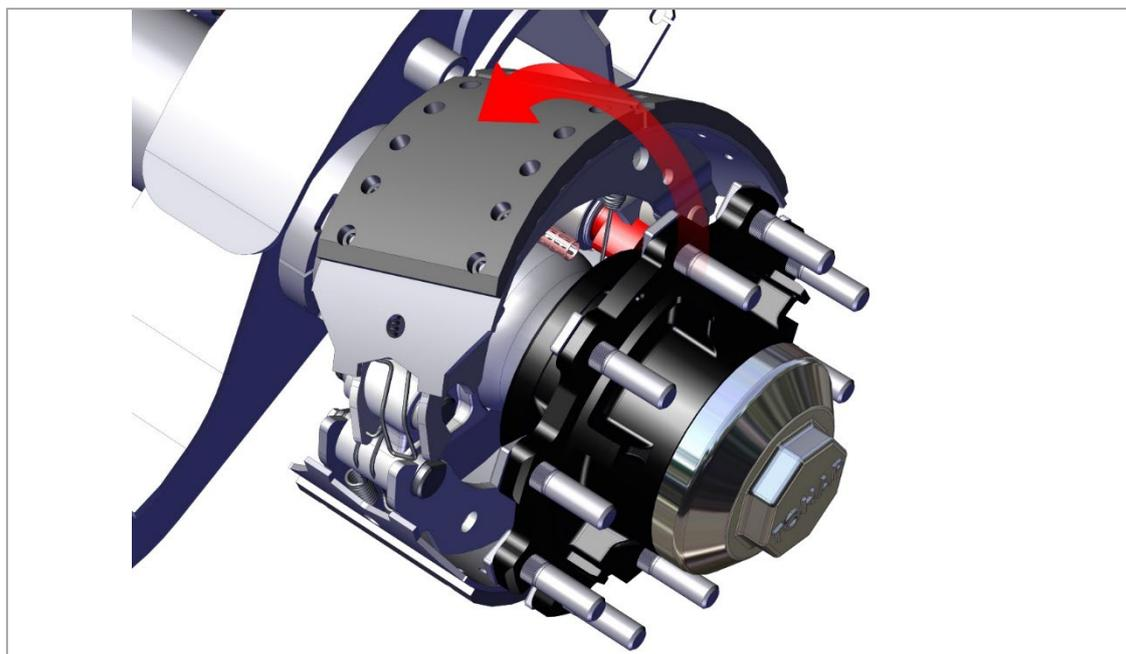

Рис. 19. Снятие тормозной колодки
4) Наклоните верхнюю тормозную колодку над кулачком и осью моста и снимите её, как показано на рис. 19.